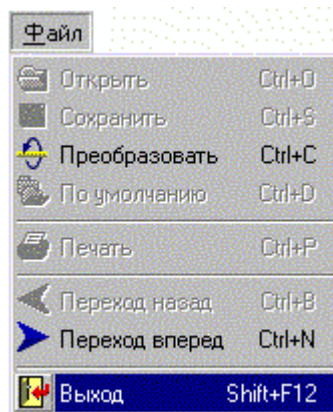

Рис. 4.44. Панель меню «Файл»
- наложить указатель мыши на пункт главного меню «Файл» и нажать левую кнопку мыши. При этом откроется панель меню «Файл» (рис.4.44). Это можно получить, используя клавиатуру, для этого нажать сочетание клавиш «Alt + Ф»;